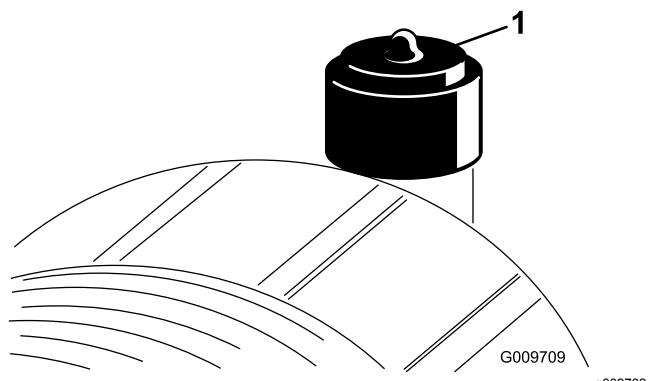

Bild 67
Warten Sie den Luftfilter nur, wenn dies von der Kundendienstanzeige angegeben wird (Bild 67). Das frühzeitige Auswechseln des Luftfilters erhöht nur die Gefahr, dass Schmutz in den Motor gelangt, wenn Sie den Filter entfernen.
2. Stellen Sie die Anzeige (Bild 67) zurück, wenn sie auf Rot steht.